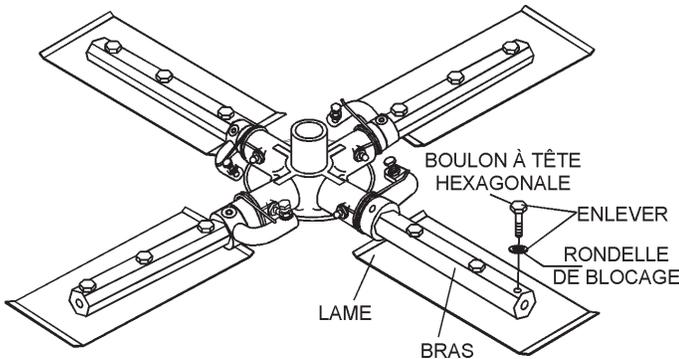

Figure 45. Lames de la truelle
1. Enlevez les lames de la truelle du bras de la truelle en retirant les deux boulons à tête hexagonale (Figure 45) du bras de la truelle. Mettez les lames de côté.